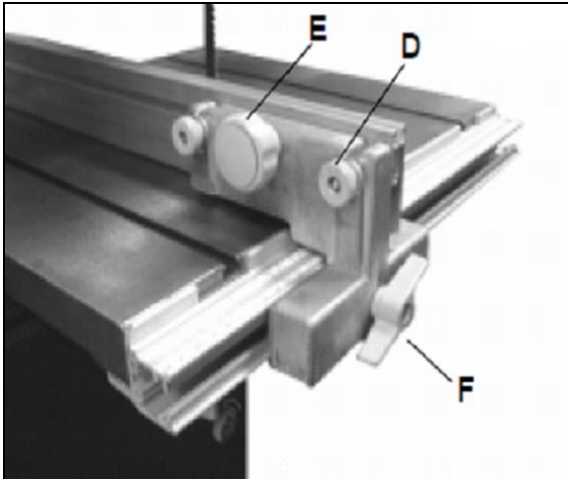

Fig 8
Montieren Sie das Anschlaglineal (C) mit zwei kleinen Rändelmutter und M6 x 40 Flachrundschrauben (D) am Gussteil (B) und setzen Sie den Sterngriff (E) fest. (siehe Fig 8)